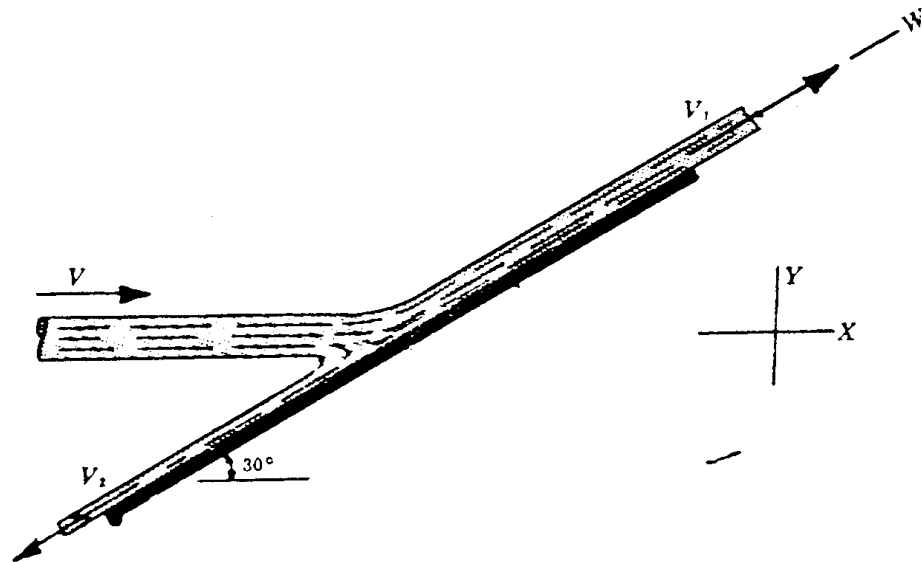

Figura P3.10
3.10 Considere a figura P3.10. Um jacto de água, de 2 in de diâmetro, choca com uma placa que faz um ângulo de 30° com a direcção do jacto. A velocidade da água no jacto é de 60 ft s^{-1} . Calcule a força que o jacto exerce na placa (desprezando o atrito).